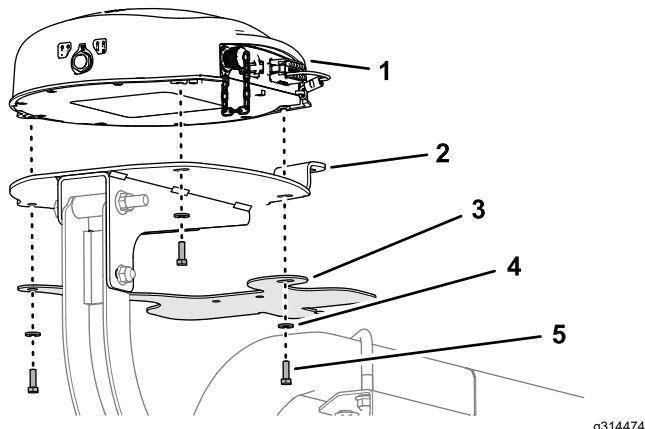

Рисунок 155
1. Совместите 3 резьбовых фланца в основании навигационного приемника с 3 отверстиями в пластине приемника (Рисунок 155).
2. Совместите отверстие и паз в кронштейне антенны модема с отверстиями в пластине приемника (Рисунок 155).
3. Установите навигационный приемник и кронштейн антенны на пластину (Рисунок 155) с помощью 3 болтов с шестигранными головками (5 x 16 мм) и 3 шайб (5 мм).